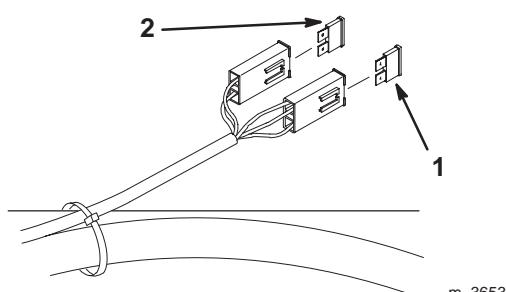

Figure 64
1. Déverrouillez et soulevez le siège pour accéder au porte-fusibles (Fig. 64).
3. Remplacez le fusible (Fig. 64).